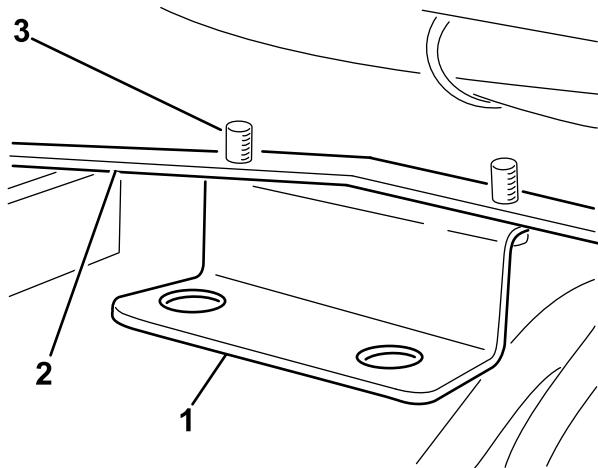

図 14
2. タップねじ5/16 x 1/2 インチ2本で、ホースブラケットをフレームマウントに固定する 図 14。